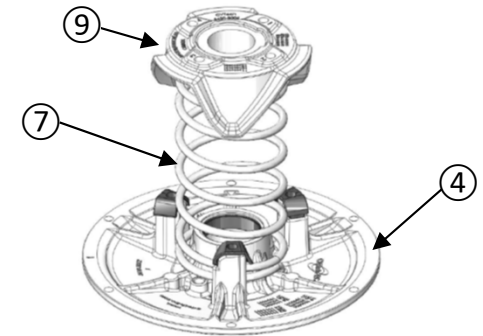

Figure 30
- Placez les ergots du ressort ⑦ dans les trous appropriés de la came ⑨ et du flasque coulissant ④, aux mêmes positions notées lors des étapes de démontage (figure 30).